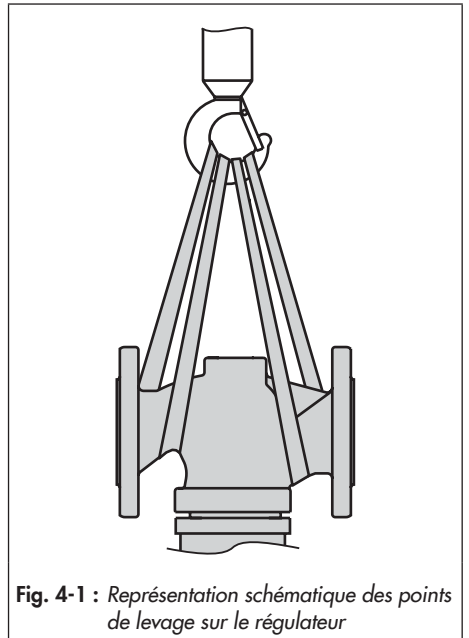

Fig. 4-1 : Représentation schématique des points de levage sur le régulateur
- Utiliser un crochet doté d'une fermeture sécurisée pour supporter l'appareil afin d'empêcher les dispositifs d'arrimage de glisser hors du crochet au cours du levage et du transport, cf. Fig. 4-1.
1. Fixer une élingue sur chaque bride de corps et sur le support (par ex. crochet) de la grue ou du chariot élévateur, cf. Fig. 4-1.